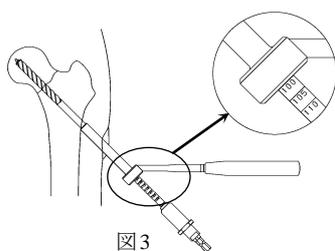

図3
3) ドリルスリーブを介して、7.2 中空ドリルにて、ガイドピンが滑頭を貫通しないようイメージ下で確認しながら骨頭軟骨下までドリリングし、ドリルスリーブ先端が確実に骨面に接触した状態で、目盛りを読み取ります。(図3)